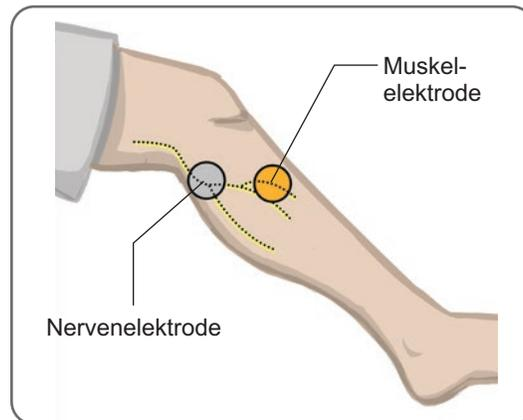

Abbildung 8-3: Platzierung der Elektroden auf dem Bein
8. Legen Sie eine Elektrode (die Nerven­elektrode) über dem Nervus peroneus communis distal und leicht posterior des Fibulaköpfchens an. Siehe Abbildung 8-3.